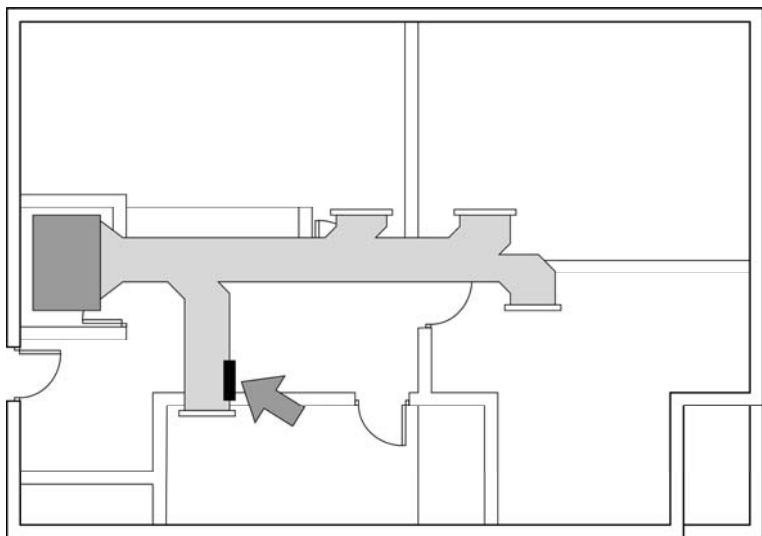

Fig. 5
- 4) En caso de, una vez realizados todos los ajustes pertinentes y quede una zona con velocidad de impulsión por encima del rango, se recomienda la utilización de una compuerta de seguridad para aliviar dicha velocidad. Este habrá de instalarse en las salidas con mayor velocidad de impulsión (Ver Fig. 5).
- 5) In case of having adjustment finished, there remains an outlet that is not within the acceptable airflow speed range, the usage of a Security Bypass Damper is required. It should be installed on this outlet (Ver Fig. 5).
- 5) Dans le cas où, une fois tous les réglages effectués, la vitesse de soufflage d'une zone reste supérieure à la limite préconisée, il est recommandé d'utiliser un registre de sécurité pour diminuer cette vitesse. Celui-ci devra s'installer au niveau des bouches présentant les vitesses de soufflage les plus élevées (voir Fig. 5).
- 5) Nel caso in cui, una volta realizzata l'equilibratura sussista una zona con velocità in uscita troppo elevate , si raccomanda l'installazione di una serranda di sovrappressione (vedere Fig. 5).